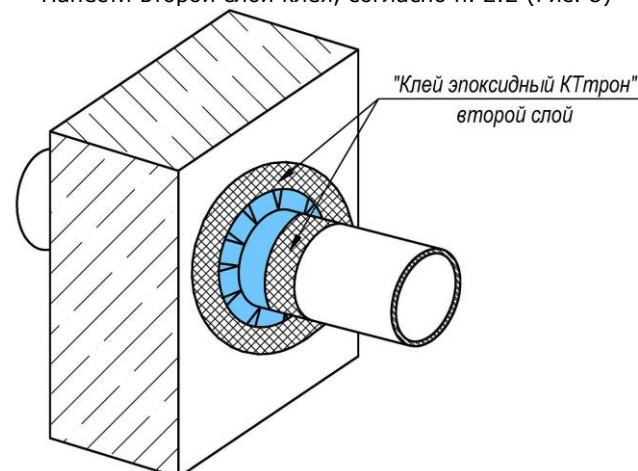

Рис. 8
- Нанести второй слой клея, согласно п. 2.2 (Рис. 8)